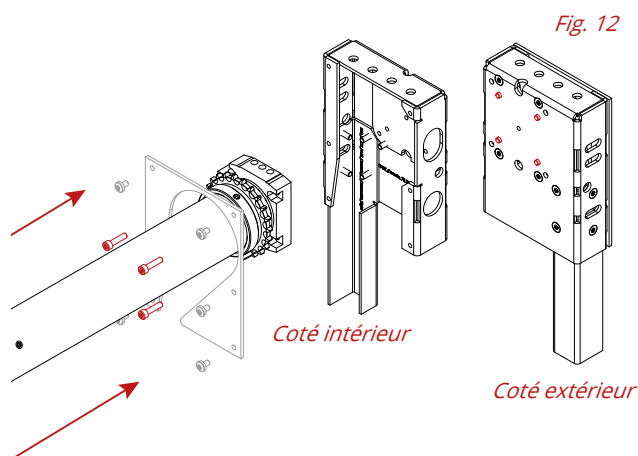

Fig. 12
**1 / CÔTÉ MOTEUR : DÉVISSEZ LES 4 VIS PRÉFIXÉES SUR LA CONSOLE. POSITIONNER L'ARBRE CÔTÉ MOTEUR CONTRE LA CONSOLE ADÉQUATE ET FIXER CE MOTEUR SUR LA CONSOLE AU MOYEN DES 4 VIS (FIG. 12)**